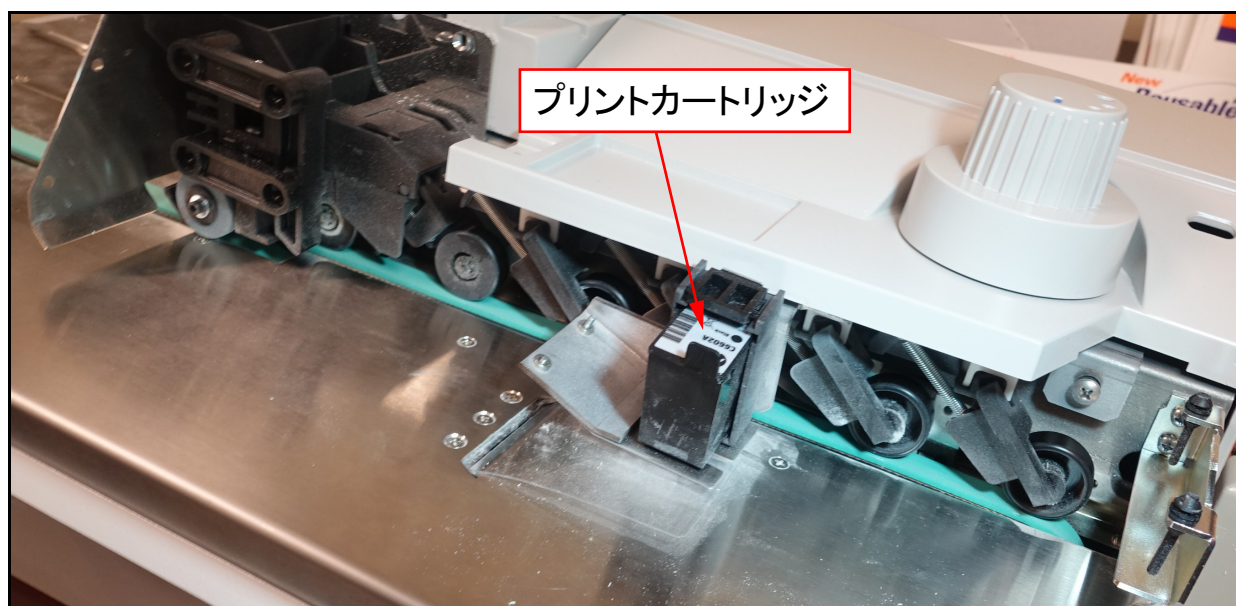

図 4-16: プリンタカートリッジ
2. ニップアームカバー (44 ページ参照) を外してプリンタカートリッジを露出させます (図 4-16)。